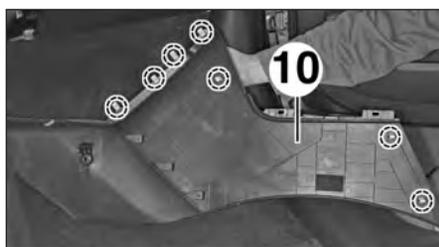
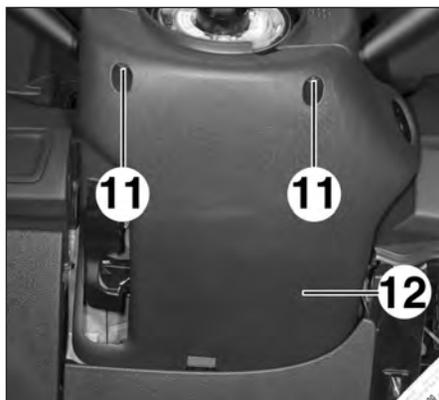
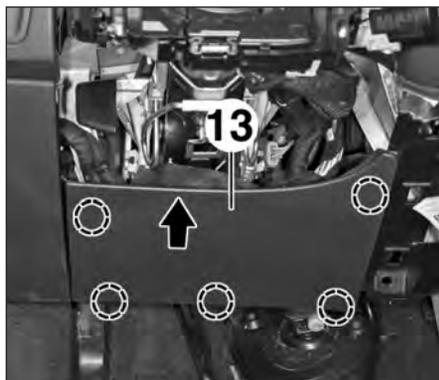

FIG.19
FIG.20
FIG.21
- Dégrafer la garniture latérale (10) aux endroits indiqués (Fig.19).
- la garniture latérale (10),
- les vis (11) de la garniture inférieure (12) de la colonne de direction (Fig.20),
- la garniture inférieure (12) de colonne de direction.
- la garniture inférieure (13) de la planche de bord dans le sens de la flèche (Fig.21),
- Dégrafer la garniture inférieure (13) de la planche de bord dans le sens de la flèche (Fig.21).